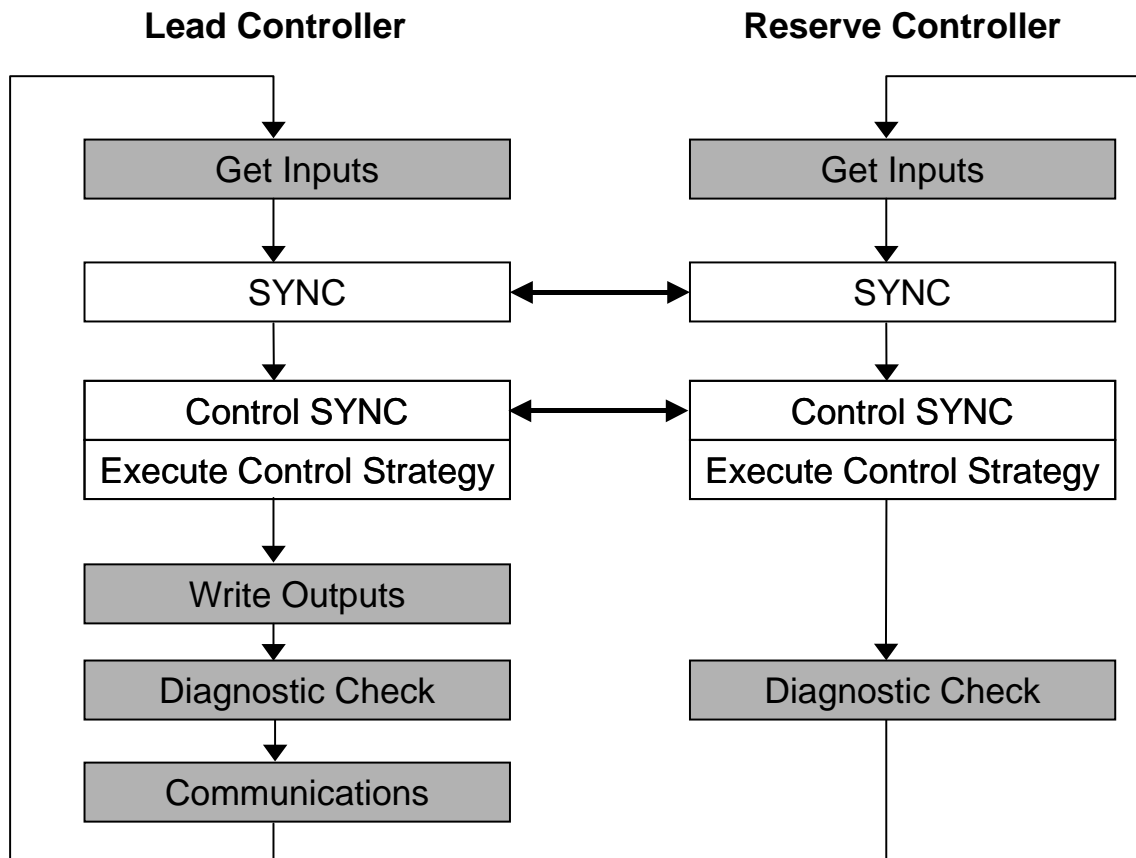

Figure 83 – Synchronisation contrôleur principal / de secours
- Le contrôleur principal et le contrôleur de secours exécutent tous les deux les blocs fonctionnels dans le cadre du processus de contrôle, mais seul le contrôleur principal enregistre les sorties physiques vers les racks d'E/S. Reportez-vous au Figure 83. Le contrôleur principal et le contrôleur de secours échangent des données d'état système pour déterminer les conditions d'un basculement.